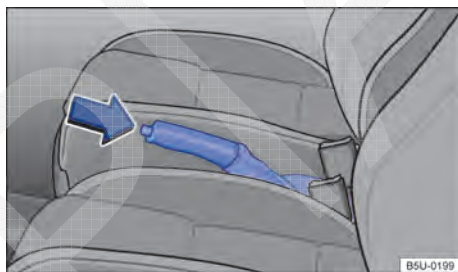

Fig. 126 Entre os bancos dianteiros: alavanca do freio de estacionamento.
- Puxar a alavanca do freio de estacionamento para cima com o botão bloqueador pressionado → Fig. 126 (seta).
- O freio de estacionamento está puxado quando, com a ignição ligada, a luz de controle (P) no instrumento combinado está acesa → Página 131.
- Puxar a alavanca do freio de estacionamento um pouco para cima e pressionar o botão bloqueador → Fig. 126 (seta).